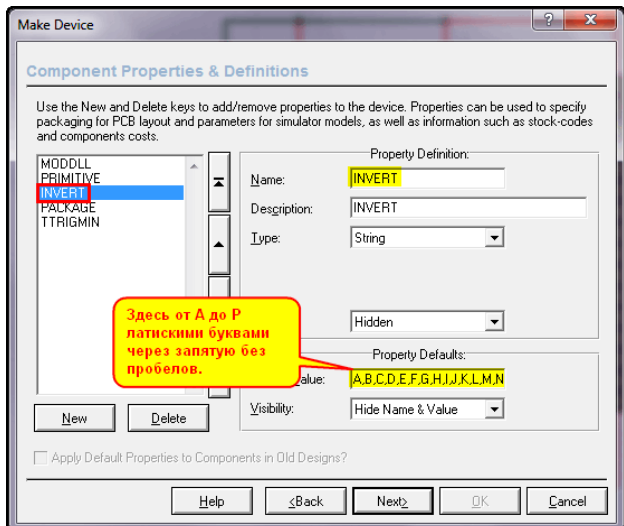

Рис. 94
**INVERT** – В стандартных нет, добавляется через **Blank Item**. В графе **Description** умолчание или по своему усмотрению, первый **Type** – **String**, второй **Type** – **Hidden** (но тем, кто активно работает, с матрицами рекомендую поставить **Normal**, чтобы оперативно менять полярность выводов), **Default Value** – **A,B,C,D,E,F,G,H,I,J,K,L,M,N,O,P** – все через запятую без пробелов (Рис. 94);